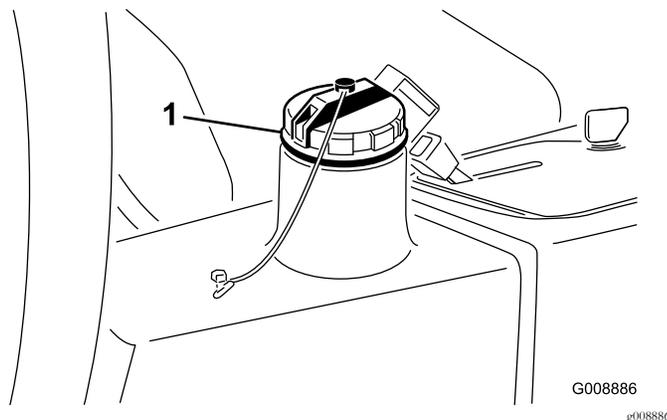

Рисунок 76
4. Залейте в гидравлический бак (Рисунок 76) приблизительно 13,2 литра гидравлической жидкости; см. Проверка гидравлической системы (страница 35).